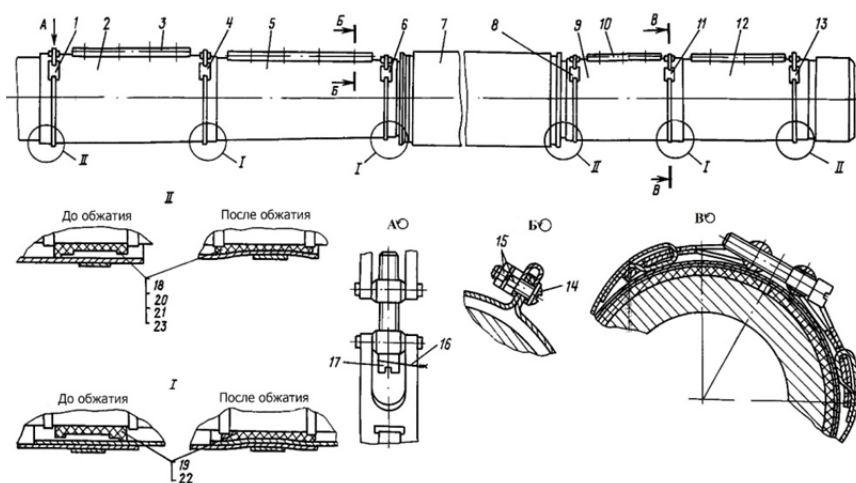

Рис. 2.3. Установка термозащитного кожуха со шпангоутами:
- снять стопорную проволоку 16 (рис. 2.3) и вывинтить винты 17 стяжек; снять стяжки 1, 4, 6, 8, 11, 13;